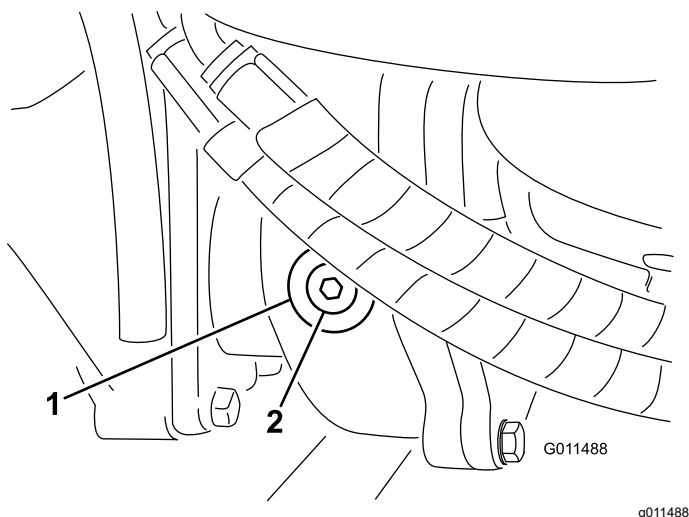

Figure 69
- Enlevez le bouchon de contrôle/remplissage du côté gauche du boîtier d'engrenages et vérifiez que le lubrifiant atteint la base de l'orifice (Figure 69).